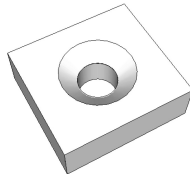

图 3
- (4)要把设计好的连接件通过如图 3 所示的膨胀螺钉安装到墙壁上,合理的安装孔形式是(单选)_____。